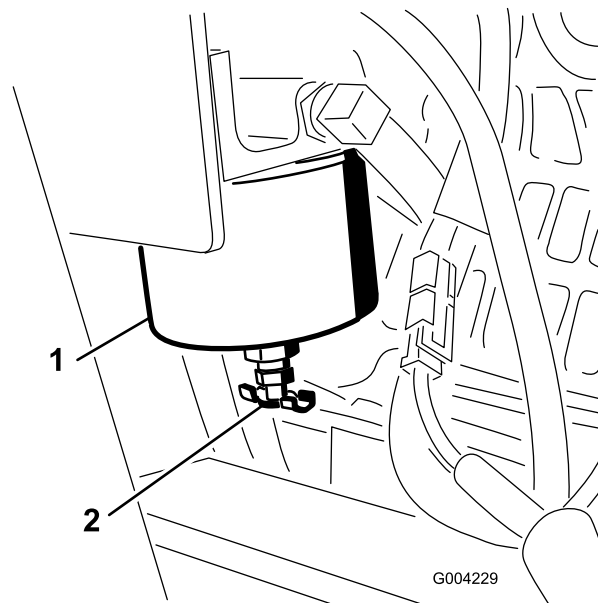

Figura 32
1. Localice el filtro de combustible en el lado derecho del motor (Figura 32), y coloque debajo un recipiente limpio.
1. Limpie la zona de montaje del cartucho del filtro (Figura 32).
2. Retire el cartucho del filtro y limpie la superficie de montaje (Figura 32).
4. Instale el cartucho del filtro a mano hasta que la junta entre en contacto con la superficie de montaje, luego gírelo media vuelta más (Figura 32).